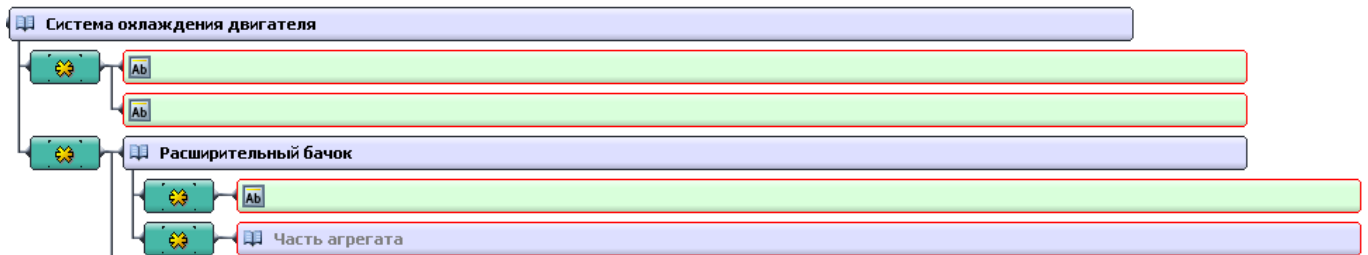

Рисунок 51
7) Разверните структуру агрегата «Расширительный бачок» (рисунок 51).